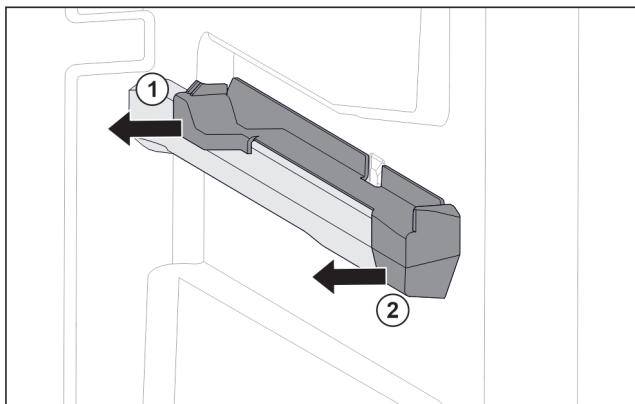

Fig. 61 Вставна частина на правому ребрі для резервуару
- Відсунути вставну частину назад вбік. Fig. 61 (1)
- Відсунути вставну частину вперед вбік. Fig. 61 (2)